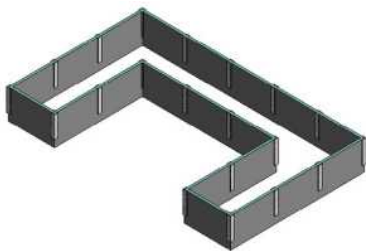

图 9-6 三维图形
(4) 在“项目浏览器”中选择三维视图，将视图切换至三维视图，查看绘制的建筑墙体，如图9-6所示。